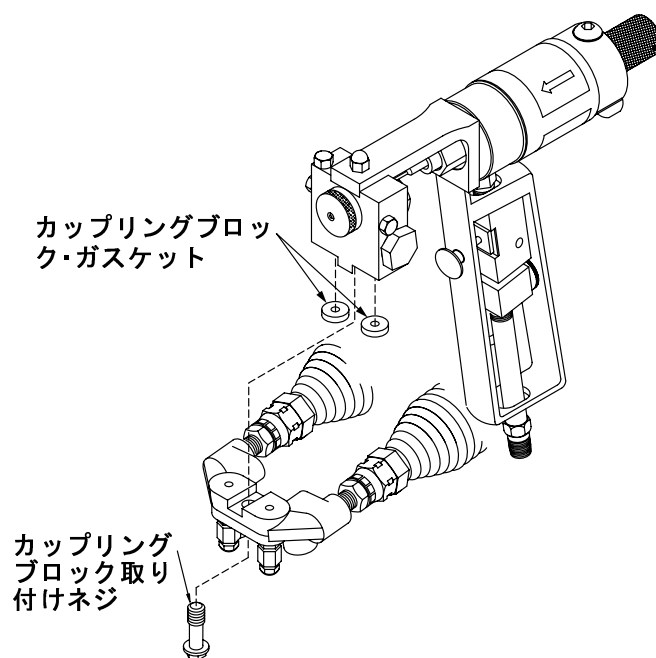

図. 3: カップリングブロック
3. カップリングブロック取り付けネジを取り外します (図 . 3)。